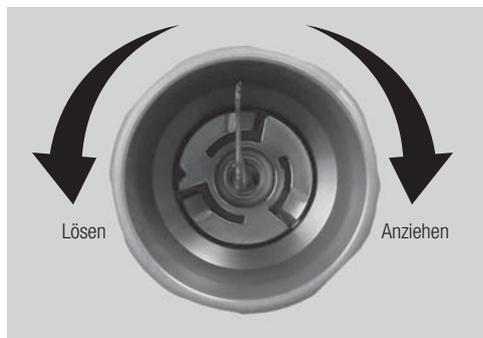
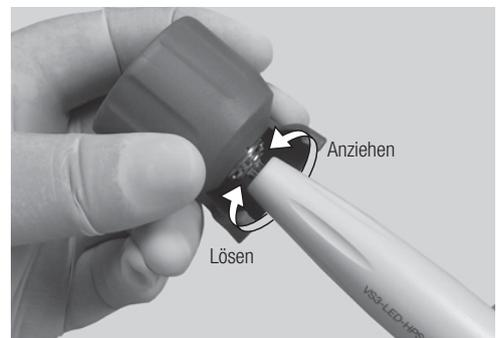

Abb. 17
Abb. 18
- 3) Drehen Sie den Schlüssel in die Anziehrichtung, wie in Abb. 17 und Abb. 18 dargestellt, bis Sie ein Klicken hören und der Schlüssel sich nicht mehr weiter anziehen lässt.
*Um den Aufsatz zu entfernen, drehen Sie den Schlüssel in die Löserichtung wie in Abb. 17 und Abb. 18 dargestellt.